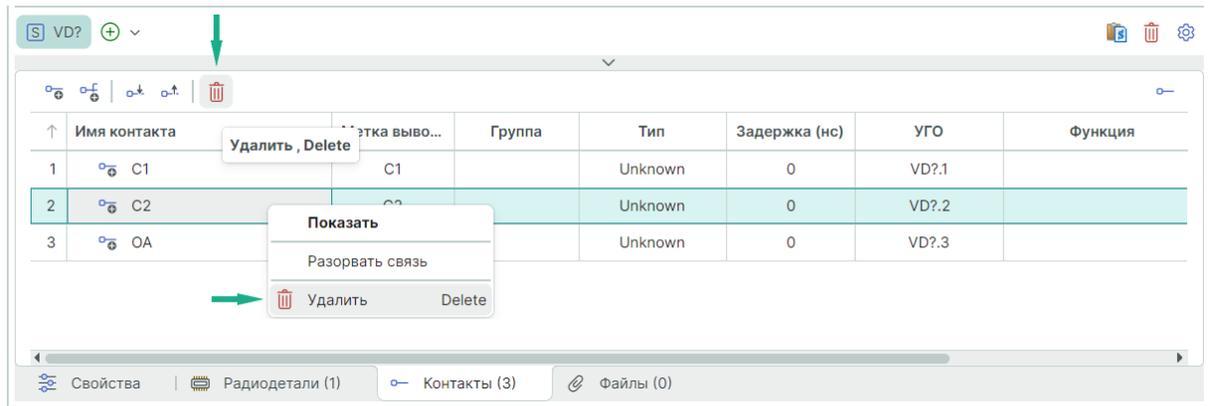

Рис. 263 Удаление контакта
2. Нажмите иконку  «Удалить» или воспользуйтесь контекстным меню в таблице контактов, см. Рис. 263.